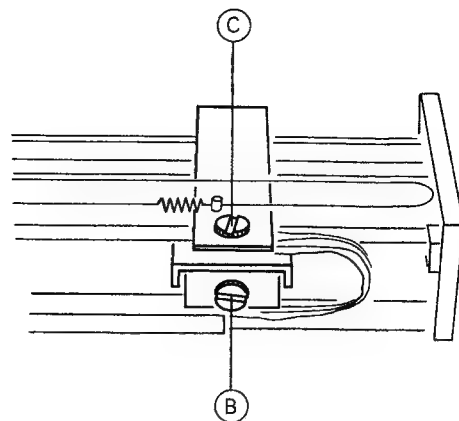

Fig. 4.4
Die Arbeitshöhe lässt sich mit der Schraube (C) justieren (Fig. 4.4). Die Nadelspitze darf den inneren Wulst der Gummiauflage knapp berühren. Über einen Audio-Kanal kann die Absenktiefe akustisch kontrolliert werden.
The free vertical movement of the tonearm can be adjusted with screw (C) (fig. 4.4). In the lowest position the stylus tip should barely touch the innermost ridge of the turntable mat. This can be checked acoustically through a live audio channel.
La hauteur se règle au moyen de la vis (C) (fig. 4.4). La pointe de lecture doit seulement effleurer le bord intérieur du disque en caoutchouc. On contrôle acoustiquement la descente à l'aide d'un canal audio.
Das Einstellen der Auflagekraft erfolgt durch Verstellen der Schlitzschraube (B) (Fig. 4.4). Bei schweren Tonabnehmern $> 6 \text{ g}$ (60 mN) muss das Gegengewicht aus Blei montiert werden. Mit einem Waagestreifen ist eine Auflagekraft von 12,5 mN (1,25 p) einzustellen.
Tracking force may be adjusted by means of screw (B) (fig. 4.4). Use a suitable cartridge balance (for example as supplied with the installation kit 05790) to adjust for a tracking force of 12.5 mN (1.25 grams). For cartridges with a weight (mass) higher than 6 grams, the lead counterweight must be installed.
La force d'appui se règle au moyen de la vis à tête fendue (B) (fig. 4.4); pour les phonocapteurs de poids plus élevé, la plaquette de plomb doit être en place. Au moyen d'une balance, réglez la force d'appui à 12,5 mN (1,25 p).